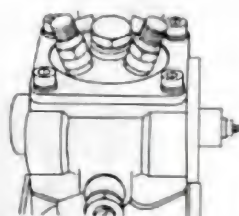

Fig. 11.
- Extraire la douille et l'entraîneur avec l'outil spécial en lui imprimant un léger mouvement de rotation (fig. 11).